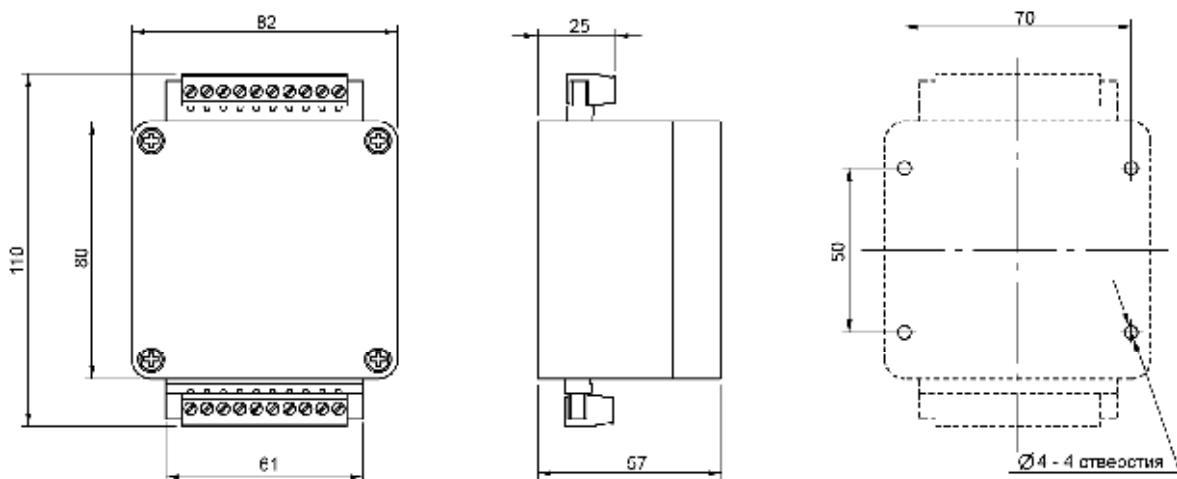
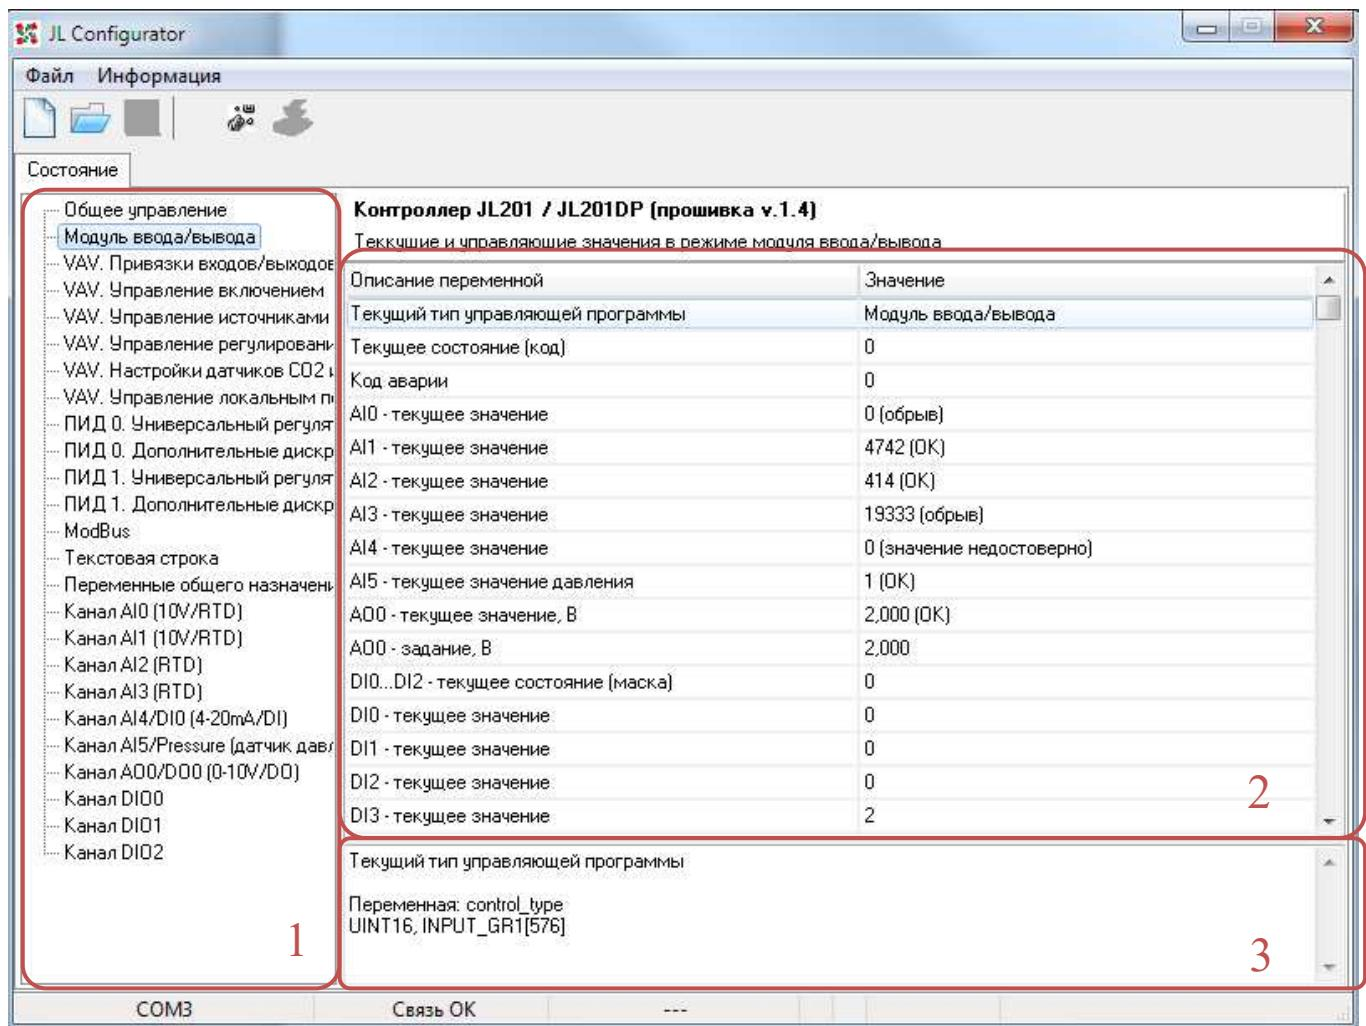

Рисунок 2 - Габаритные размеры
Рисунок 4 - Окно утилиты JLConfigurator
Модуль монтируется на панель, стену или другую плоскую поверхность. Расположение монтажных отверстий показано на чертеже (Рисунок 2Рисунок 4). Для доступа к монтажным отверстиям необходимо снять верхнюю прозрачную крышку.
связи утилиты с модулем необходимо нажать кнопку  , если подключение выполнилось, в статусной строке внизу утилиты отобразится надпись *Связь OK*. В поле групп параметров (1) утилиты (рисунок 4) отобразятся группы, объединенные по категории ModBus-регистров модуля. При выборе каждой из категорий, в поле списка параметров (2) утилиты будет появляться набор параметров (соответствующих переменным ModBus-регистров). При выборе каждого из параметров будет отображаться пояснение в поле описания параметра (3) утилиты. В пояснении есть более подробное описание выбранного параметра, имя переменной на карте ModBus-регистров, ее тип, а также тип и адрес ModBus-регистра, в котором она лежит. Утилита JL Configurator позволяет как просматривать значения параметров, так и редактировать его значение, если параметр является настраиваемым (переменная ModBus лежит в области Holding-регистров). Для установки значения необходимо кликнуть два раза на нужном параметре. Если после установки значения нажата кнопка Enter или кнопка галочки возле поля редактирования, это значение сразу сохранится в памяти модуля.